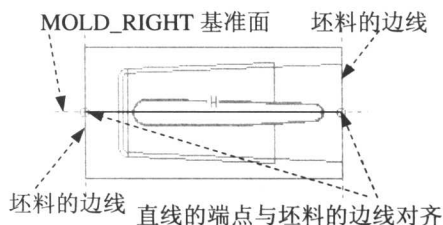

图 1.22 截面图形
(3) 截面草图。选取如图 1.22 所示的坯料的边线和 MOLD_RIGHT 基准面为草绘参照；绘制如该图所示的截面草图（截面草图为一曲线），完成截面的绘制后，单击工具栏中的“完成”按钮 **✓**。